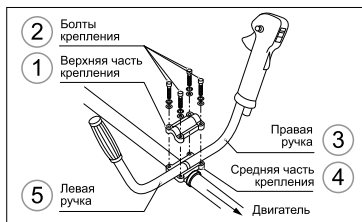

рис. 2
1. Снимите верхнюю часть крепления рукояток (1, рис. 2), выкрутив 4 винта (2, рис. 2). Установите рабочие рукоятки (3 и 5, рис. 2). Правая рукоятка (3, рис. 2) снабжена органами управления двигателем, курок правой рукоятки должен быть направлен в сторону редуктора.